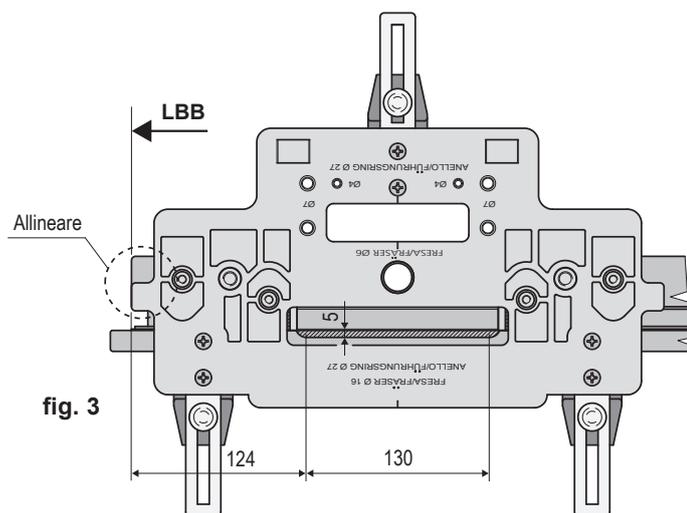

fig. 3
- 3) Rilevare le misure **HBB** (fig. 2) e **LBB** (fig. 3) di ogni anta scorrevole.
- 2) Posizionare la dima art. M02030.00.01 (a) sul traverso superiore del battente scorrevole allineandola allo spigolo della battuta del canalino ferramenta (fig. 3).